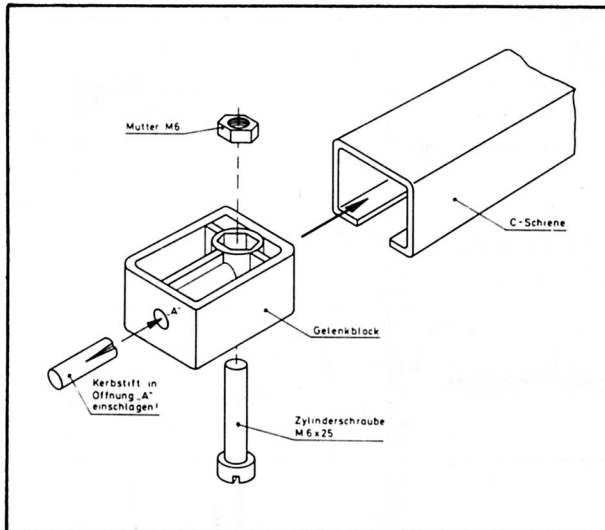

Abb. 18: Verarbeitung eines Gelenkblockes
- Die sechs Gelenkblöcke nach Abb. 18 vorbereiten, d.h. einen Kerbstift einschlagen (5 mm Überstand), eine M 6-Mutter einlegen und eine M 6-Schraube zunächst nur wenige Umdrehungen weit einschrauben.
- An beiden Enden einer C-Schiene nach Abb. 18 einen der vorbereiteten Gelenkblöcke zunächst lose einschieben.
Die Befestigung des Untermanuals (gerade Tastenfronten) an der dazugehörigen C-Schiene geschieht nach Abb. 18 und 19 mit einer Gleitmutterverbindung, die den Vorteil hat, daß das Manual auf der C-Schiene leicht verschiebbar ist.
| 14       | 652433      | 6         | Gelenkblöcke, Kunststoff          | Abb. 18                       | 2        |
**Im Falle von R 2** – von hinten gesehen weiter rechts liegend – Polung sämtlicher IC 4 auf den Steckkarten ET 13 überprüfen. Evtl. auch nach Abb. 18 der BA "Elektronische Tastung" (BA-Nr. 002) die entsprechenden Leiterbahnen "V-" und "+" auf den Steckkarten ET 13 (in besagter Abb. ganz links) auf Verbindungen absuchen und ggf. beseitigen.